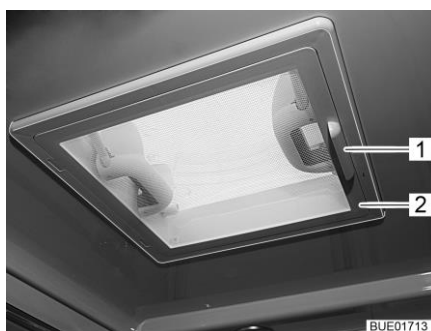

Fig. 27 Lanterneau à poussoirs
- Faire pivoter la moustiquaire (Fig. 27,2) vers le bas en la maintenant par la poignée (Fig. 27,1).